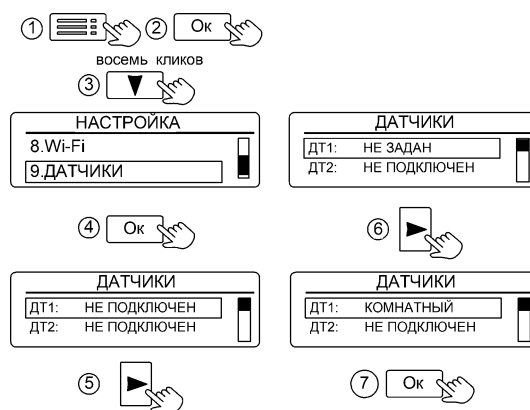

Рисунок 23. Настройка проводных датчиков
**Настройка проводных датчиков** выполняется в последовательности (см. рис.23):